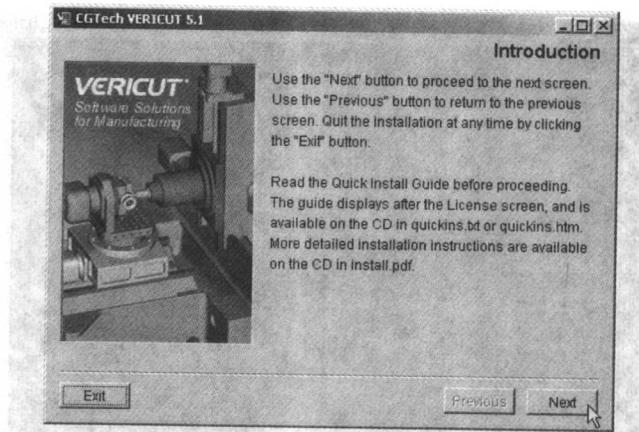

图 1-6 VERICUT 5.1 安装界面
(1) 把 VERICUT 5.1 安装盘放入主机的光驱中, 光盘自动运行, 显示如图 1-6 所示的 VERICUT 5.1 安装界面。